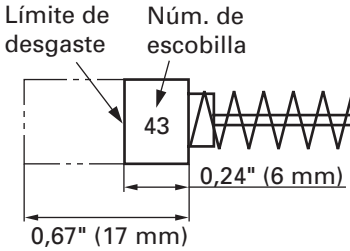

Fig. 30
4. Inspeccionar los escobillas de carbón (Fig. 30)
NOTA: Utilice las escobillas HITACHI Núm. 43 indicadas en la Fig. 30.